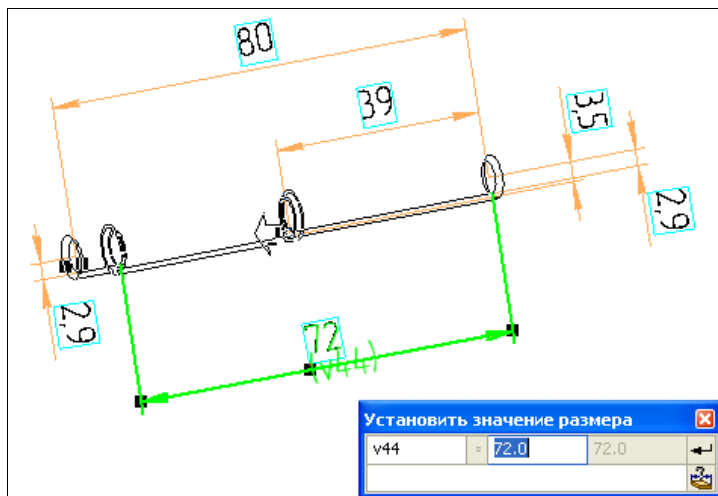

Рис. 48.1. Модель Вал редуктора в режиме корректировки операции вращения
- ♦ щелкните дважды ЛК мыши по размеру, например, **80**. Появится диалоговое окно **Установить значение размера** (рис. 48.1). В этом окне размер 80 выделен. Если необходимо этот размер сделать информационным (не доступным для корректировки), нажмите кнопку **Информационный размер**, а если необходима корректировка размера — введите с клавиатуры другое значение;